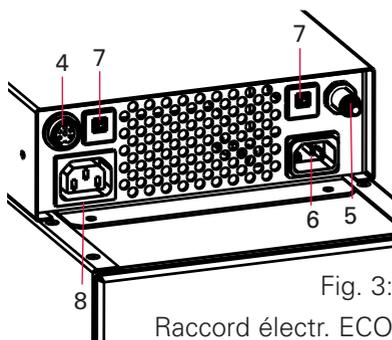

Fig. 3:
- Enfichez le câble secteur livré dans la prise appareil froid 6 (Fig. 3) et la fiche secteur dans une prise locale.